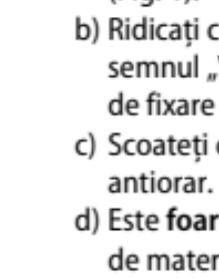

Fig. 1
- a) Apăsați maneta de deblocare de culoare neagră de sub pistonul din spatele dozatorului și trageți pistonul înapoi cât mai mult posibil (Fig. 1).